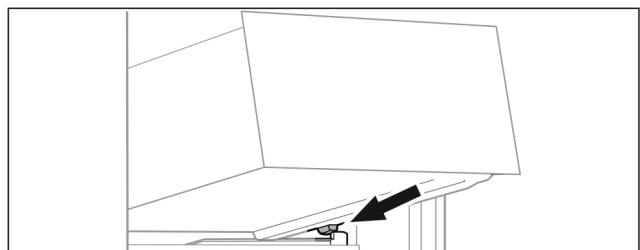

Fig. 69
- ▶ Schubfach schräg hinter den Stopperrücken auf Behälterrippe aufsetzen. (siehe Fig. 69)